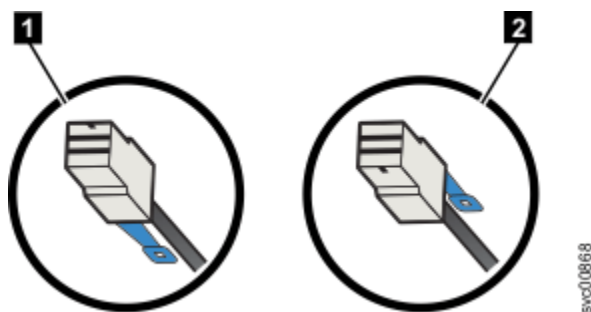

Рисунок 42. Ориентация штекера кабеля SAS
- При подключении корпуса расширения синий язычок должен быть ниже кабеля (1 на Рисунок 42 на стр. 37).
- При подключении 2145-SV1 синий язычок должен быть выше разъема (2 на Рисунок 42 на стр. 37).